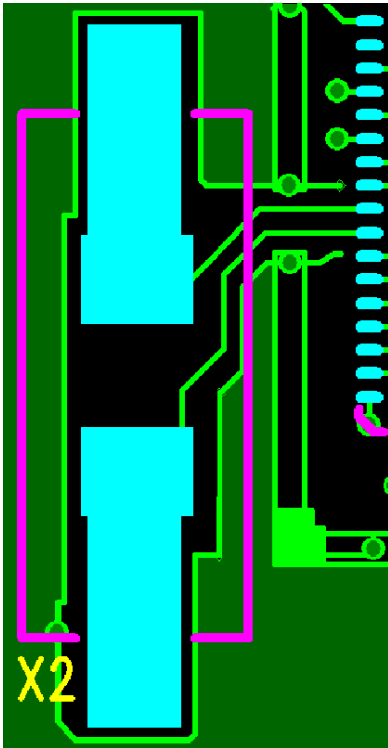

図9. PCB トップ・メタル層の水晶発振器信号からのシールド
**OSC\_32K\_XOUT** : 32kHz発振器の出力ピン。32kHz水晶発振器に接続します。OSC\_32K\_XOUTとOSC\_32K\_XINのトレースは、図9に示すように、PCBの同じ層と下層の両方で他の信号から十分にシールドする必要があります。
**OSC\_32K\_XIN** : 32kHz発振器の入力。32kHz水晶発振器に接続します。OSC\_32K\_XOUTとOSC\_32K\_XINのトレースは、図9に示すように、PCBの同じ層と下層の両方で他の信号から十分にシールドする必要があります。
**OSC\_20M\_XOUT** : 20MHz発振器の出力。サポートされている20MHz水晶発振器にのみ接続します。OSC\_20M\_XOUTとOSC\_20M\_XINのトレースは、図9に示すように、PCBの同じ層と下層の両方で他の信号から十分にシールドする必要があります。サポートされている水晶発振器については、『Eterna Integration Guide』を参照してください。
**OSC\_20M\_XIN** : 20MHz 発振器の入力。サポートされている 20MHz 水晶発振器にのみ接続します。OSC\_20M\_XOUT と OSC\_20M\_XIN のトレースは、図9に示すように、PCB の同じ層と下層の両方で他の信号から十分にシールドする必要があります。